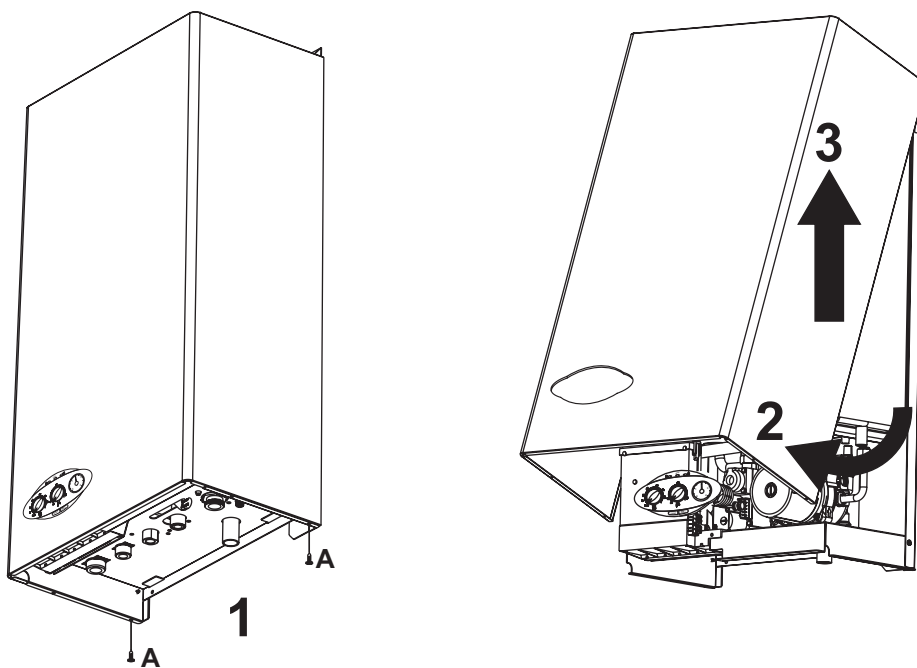

fig. 17 - Démontage de l'habillage
1. Dévisser les vis A (voir fig. 17).
2. Faire pivoter l'habillage (voir fig. 17).